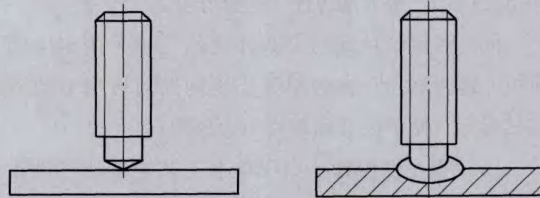

图 1
(1) 焊接工艺评定材料 焊接工艺评定用试板材质采用与产品相同材质的钢板, 规格为 2mm × 80mm × 80mm, 数量 22 件, 焊接螺柱为 M4, 材质为 A2—50 (不锈钢), 焊接示意如图 1 所示。